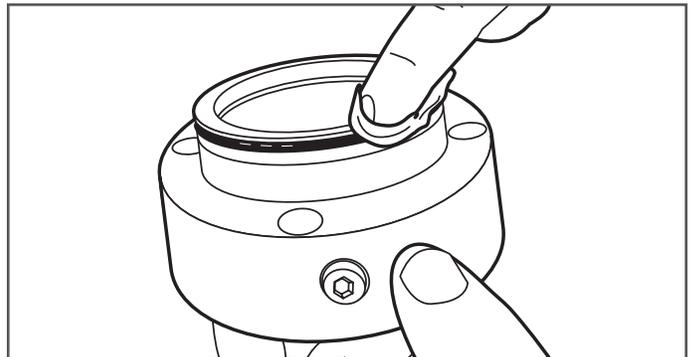

Figure 9-9
9. Réinstallez le joint torique extérieur. Appliquez une quantité généreuse de graisse à roulements ou au lithium propre sur le joint torique extérieur (Figure 9-9).